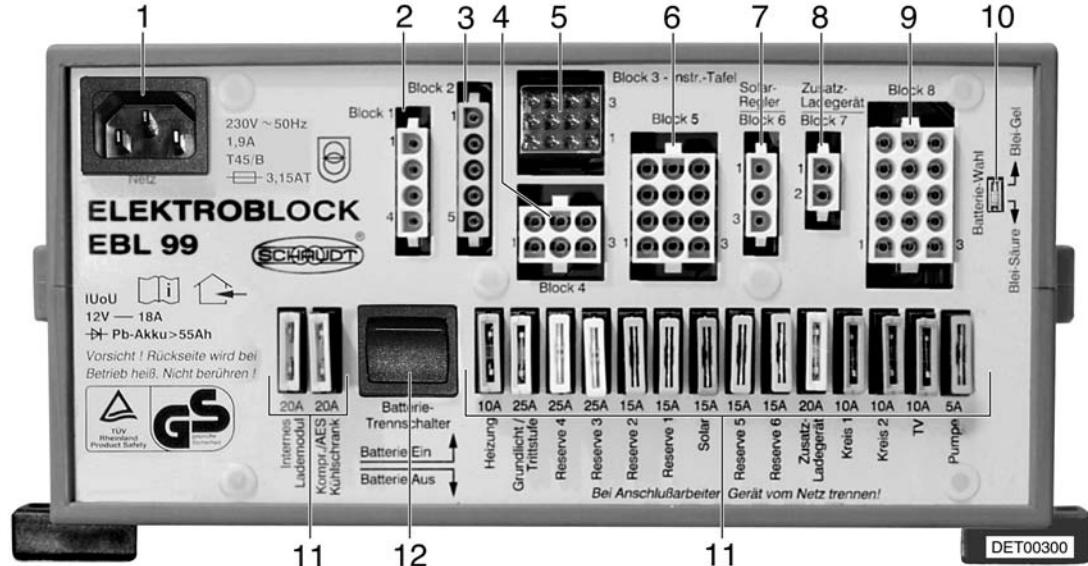
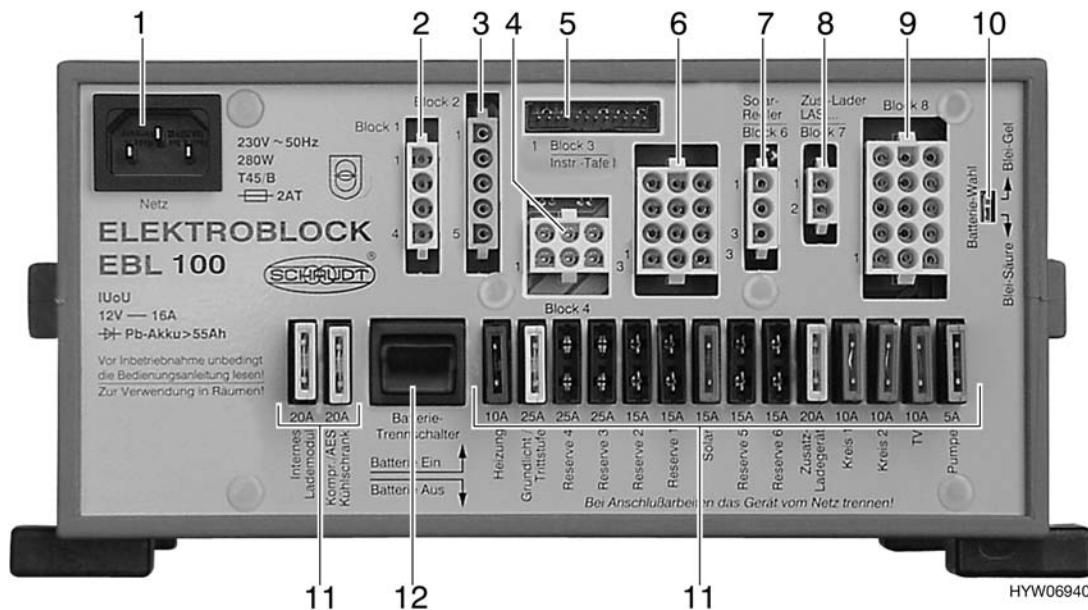
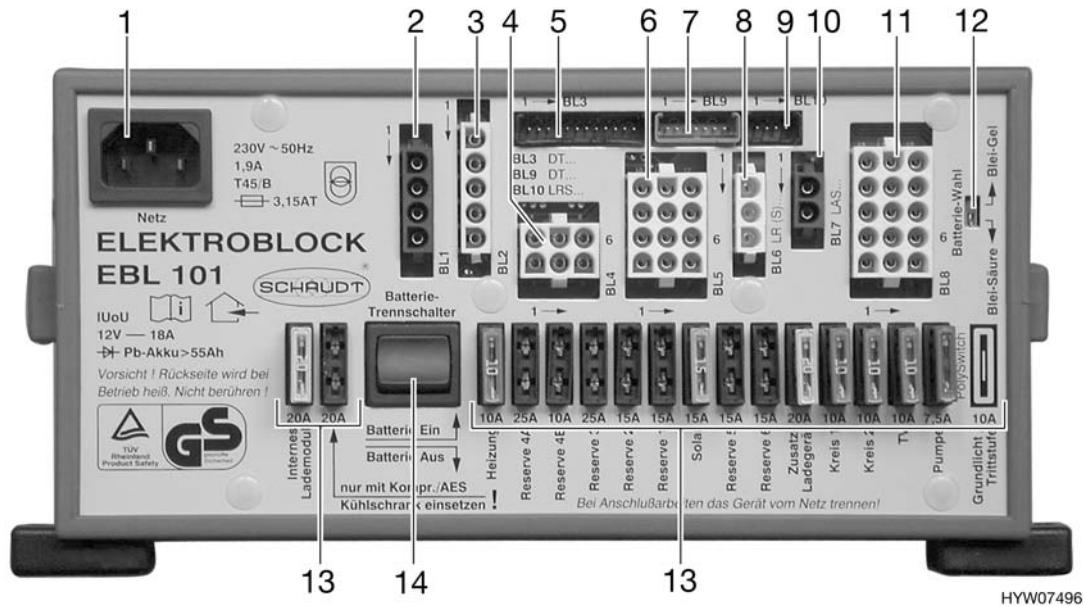

Fig. 114 Centralina elettrica EBL 99
Fig. 115 Centralina elettrica EBL 100
Fig. 116 Centralina elettrica EBL 101
L'interruttore staccabatteria (Fig. 114,12, Fig. 115,12 o Fig. 116,14) serve a disinserire tutte le utenze a 12 V dell'abitacolo, anche la valvola di sicurezza/di scarico. In tal modo si evita uno scaricamento eccessivo della batteria dell'abitacolo nei lunghi periodi di fermo del veicolo (per esempio in occasione di inattività temporanea).
- L'impostazione di stabilimento del selettore batteria (Fig. 114,10, Fig. 115,10 o Fig. 116,12) ("Piombo-Gel") non deve essere modificata.